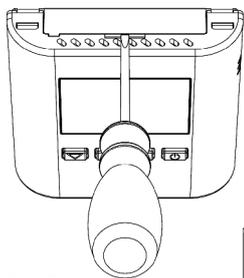

Рис. 2
1. Используя отвёртку, достаньте отсек держателя батареи (рис. 2 и 3).